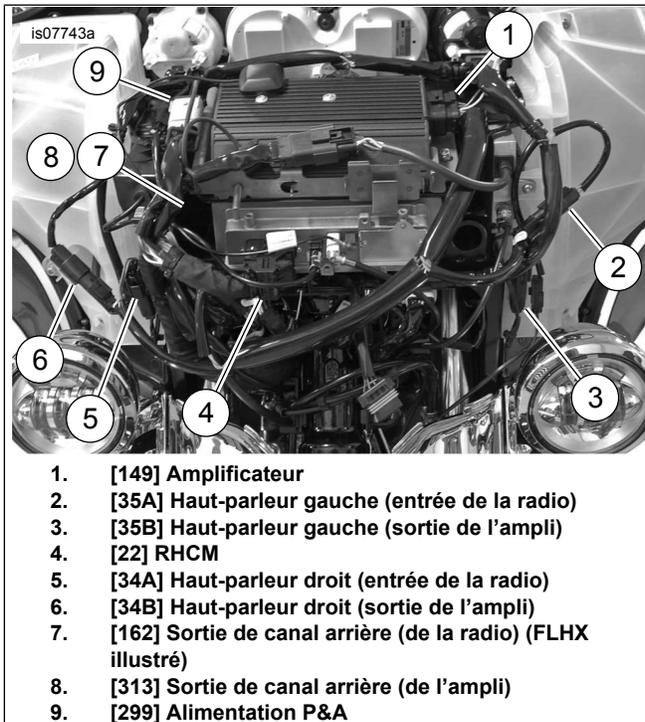

Figure 8. Connexions de faisceau
- Voir Figure 8 . Positionner le faisceau comme illustré et connecter les connecteurs. Les connexions des pièces [162] et [313] sont expliquées en détail dans les notes suivantes.
- Si cet amplificateur est utilisé avec un amplificateur secondaire pour activer six ou huit haut-parleurs, voir les détails de connexion de [162] et [313] dans Tableau 1 et Tableau 2, et dans le kit 76000280. FLHX(S) [162] (F) sortie de canal arrière Molex à 4 fiches de la radio. Utilisée pour la sortie de haut-parleur sans ampli. Voir Figure 8 . Inutilisée avec l'ampli principal, utilisée pour l'ENTRÉE de l'ampli secondaire. Voir Figure 10. FLHTC/FLHTK/TRIKE [162] (R) sortie de canal arrière Molex à 16 fiches de la radio. Contient tout le câblage de nacelle de haut-parleur arrière. Installer 69200714 pour utilisation avec les amplificateurs (voir l'étape 7). Amplificateur de carénage [313] une sortie de canal arrière Molex à 4 fiches de l'amplificateur principal peut être utilisée pour les haut-parleurs de sacoche, les nacelles arrière ou les carénages inférieurs. Réservé pour les carénages inférieurs lorsqu'il est utilisé avec six ou huit configurations de haut-parleurs.